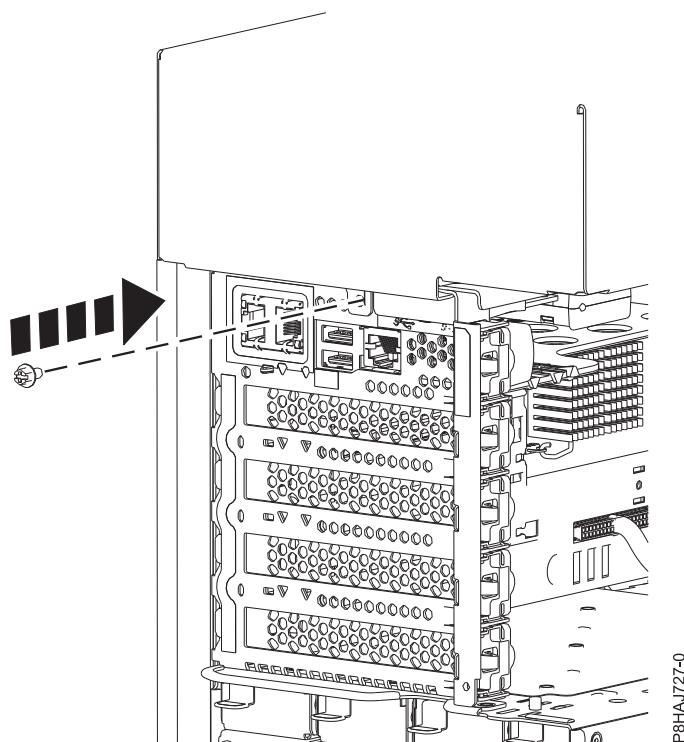

図 36. 8286-41A サイド・カバーねじの取り付け
5. プラスのねじ回しを使用して、サイド・カバー後部ねじを取り付けます (55 ページの図 36 を参照)。